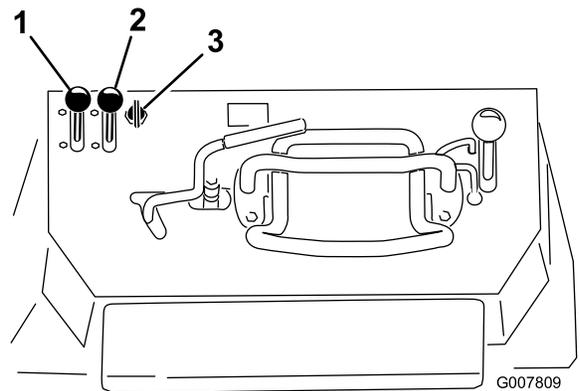

Figura 16
1. Mueva la palanca del acelerador a un punto intermedio entre las posiciones de LENTO y RÁPIDO (Figura 16).
2. Mueva la palanca del estarter a la posición de ACTIVADO (Figura 16).
- Máquinas con arranque eléctrico: gire la llave a la posición de CONECTADO (Figura 16). Cuando el motor arranque, suelte la llave.
4. Mueva la palanca del estérter a la posición de DESACTIVADO (Figura 16). Si el motor se cala o funciona de forma irregular, active el estérter otra vez hasta que el motor se caliente.
5. Mueva la palanca del acelerador a la posición deseada (Figura 16).
2. Mueva la palanca del acelerador a la posición de LENTO (Figura 16).